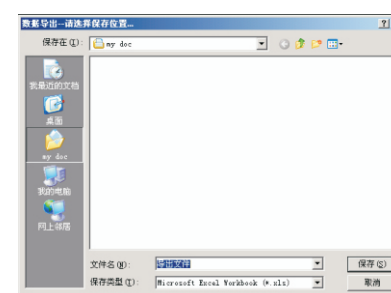

图25
## ④导出测试数据: 将指定测试结果内的数据导出为其他文本类型的文件; (图25)